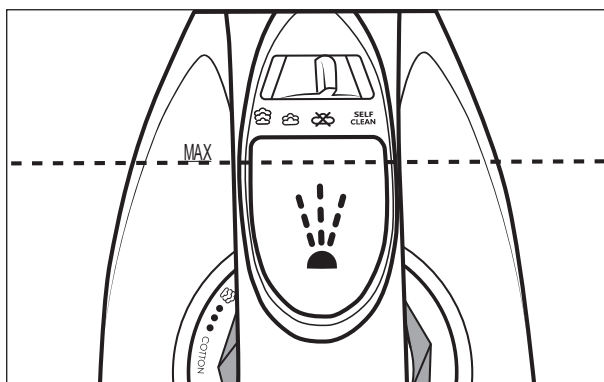

Fig. 1
- 3) À l'aide du gobelet mesureur **11**, remplissez le réservoir d'eau  **2** au maximum jusqu'au repère **MAX** (voir fig. 1).